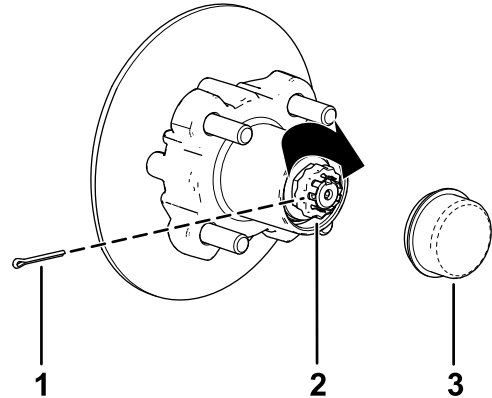

Bild 41
8. Befestigen Sie den Halter über der Mutter und prüfen Sie die Ausfluchtung des Schlitzes im Halter und dem Loch in der Spindel für den Splint (Bild 41).
9. Setzen Sie den Splint ein und biegen Sie jeden Abschnitt um den Halter (Bild 41).
10. Setzen Sie den Staubdeckel auf die Radnabe (Bild 41).